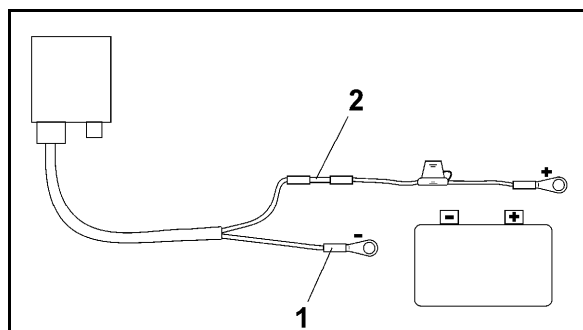

Рис. 5
4. Вставьте голубую жилу кабеля (масса) в открытый кольцевой зажим (Рис. 5/1).
6. Вставьте коричневую жилу кабеля (+ 12 В) в свободный конец стыкового соединителя (Рис. 5/2).
8. Обработайте стыковой соединитель (Рис. 5/2) с помощью какого-либо источника тепла (зажигалки или технического фена). Дождитесь выхода клеящего вещества (оплавления пластика).